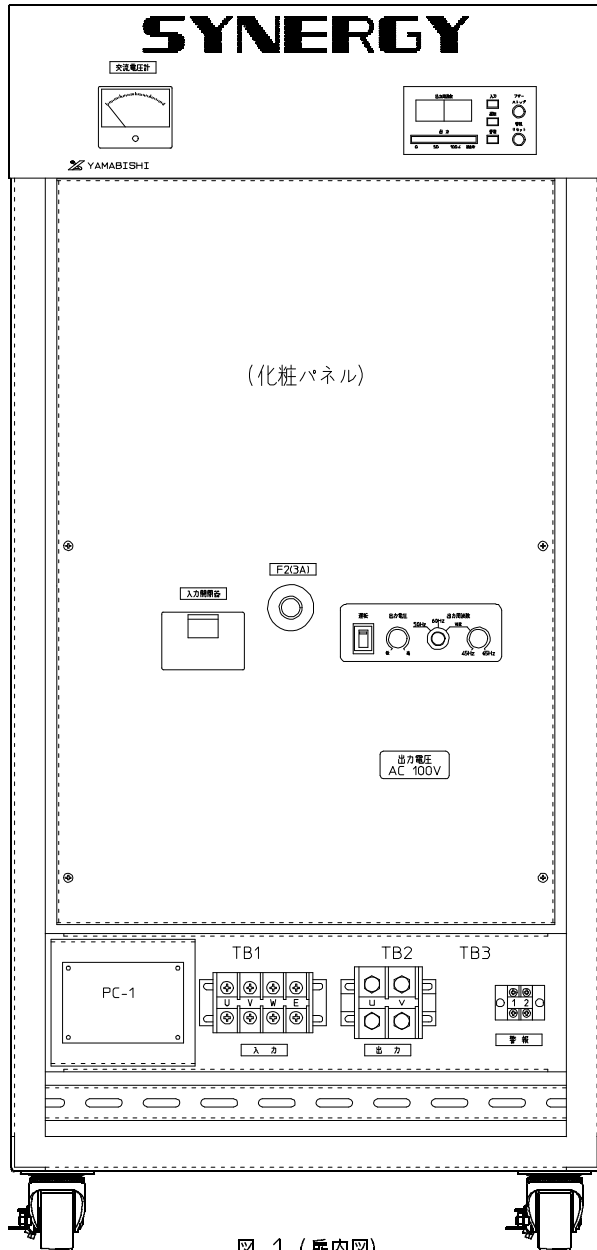
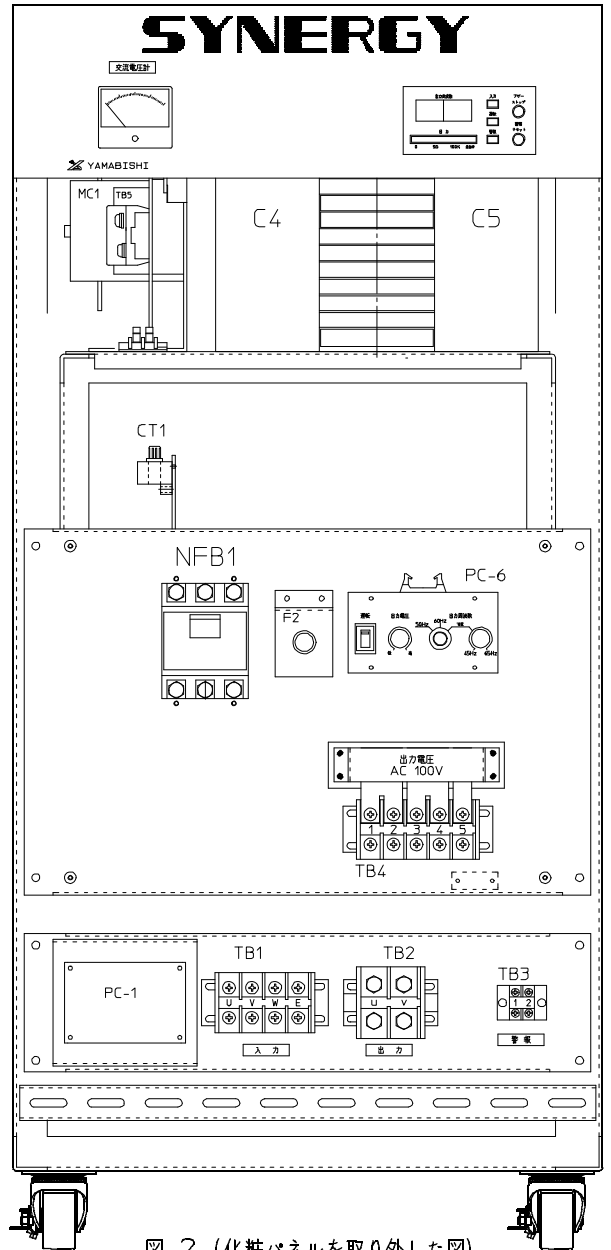
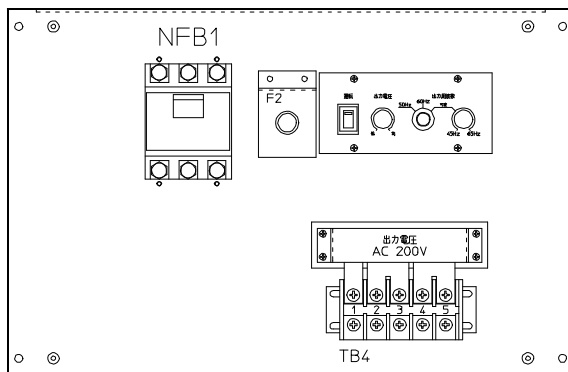

図 1 (扉内図)
図 2 (化粧パネルを取り外した図)
図 3
- 1 図1の化粧パネルを4箇所のM4ピスを取り外すと,図2の様に出力電圧表示板が現われます.
備考 図2は出力電圧100Vを示し図3は出力電圧200Vを示します.